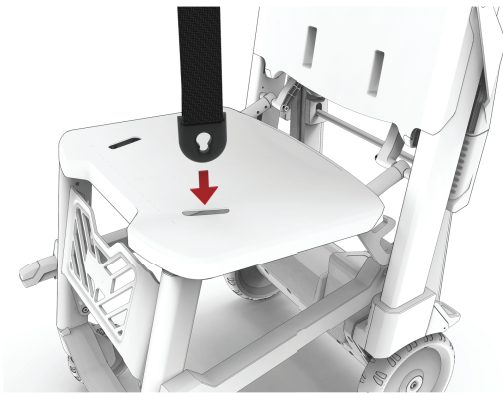
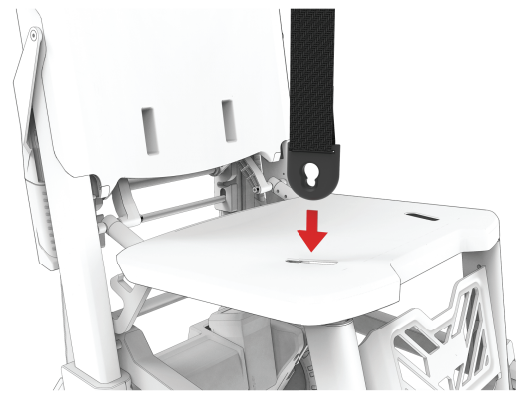

図 16-シートクリップ、患者左
図 17-シートクリップ、患者右
1. 拘束ストラップを患者右側にくるようにして、患者右側シートクリップを、シートの座面にある患者右側の穴に挿入します (図 16 および 図 17)。